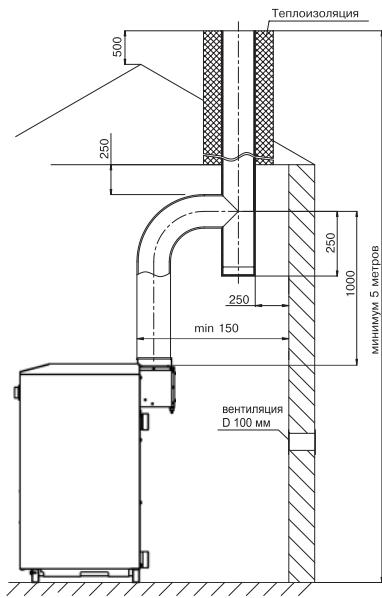

Рис. 4.
- 6.10. Устройство дымохода , к которому подключается котел, должно соответствовать СП42-101-2003 «Общие положения по проектированию и строительству горизонтальных систем» (см. рис. 4).